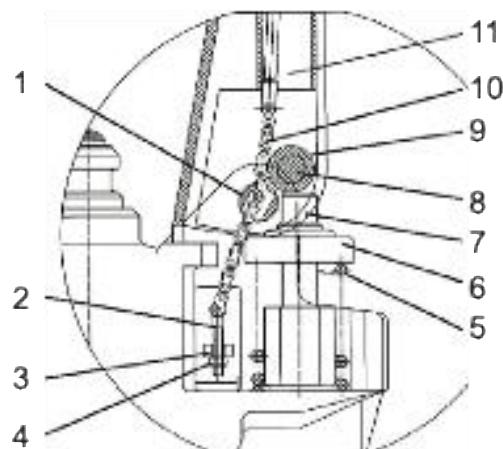

Abb. 7 Seitenansicht
- b)** Stellen Sie den Steuerhebel des Griffes in die Position „ABSENKEN“ und führen Sie die Einstellmutter und die Einstellschraube mit der Hand durch das Loch der Achse (Abb. 7).